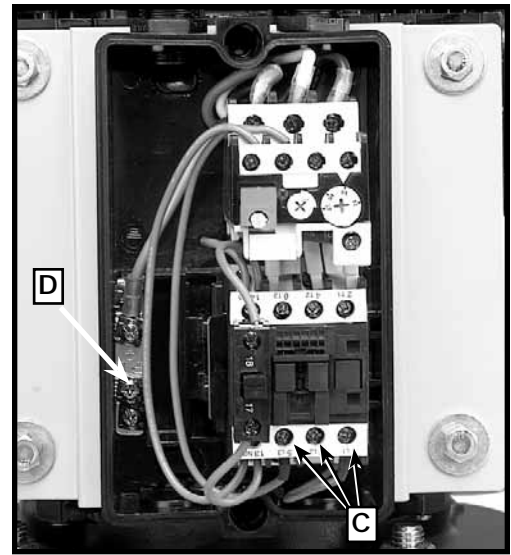

Fig. 15
3. Después de conectar el cable de alimentación a la máquina, verifique que la rotación del motor sea en la dirección correcta observando la rotación del ventilador del soplador. El ventilador debe girar en sentido de las agujas del reloj. Es posible invertir la rotación del motor intercambiando dos de las tres líneas de energía entrantes conectadas a los terminales (C) Fig. 15.